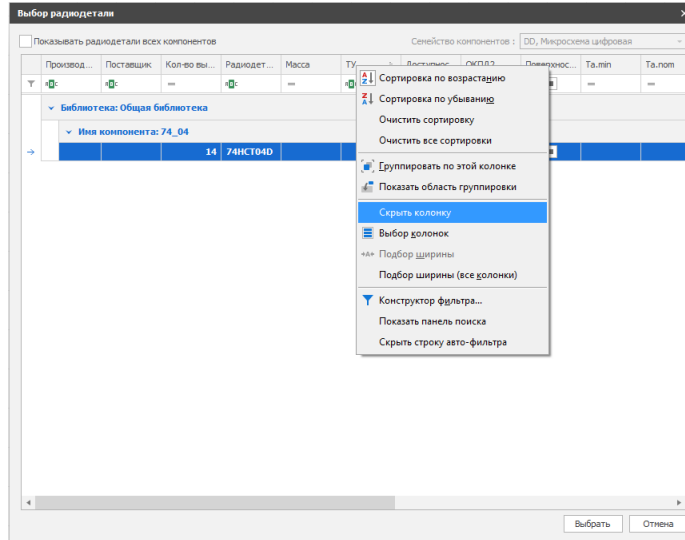

Рис. 91 Выбор удаляемой колонки
2. Для удаления выбранного столбца установить курсор на область заголовка столбца и из контекстного меню выбрать пункт «Скрыть колонку», см. Рис. 91.